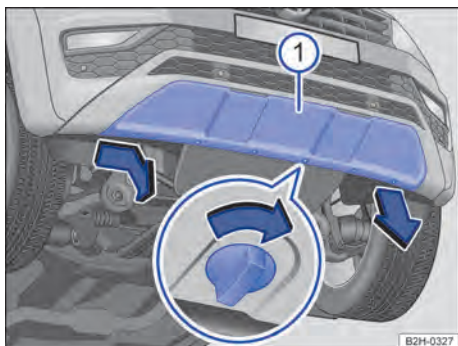

Fig. 176 No para-choque dianteiro à direita: cobertura, variante 2.
① Tampa
1. Girar os parafusos de travamento cerca de 90 graus no sentido da seta → Fig. 176.
2. Virar a tampa levemente para baixo e retirar uma lingueta de travamento do para-choque no lado direito do veículo ①.
4. Extrair as cintas de fixação restantes do para-choque e colocar a cobertura com segurança no veículo ①.